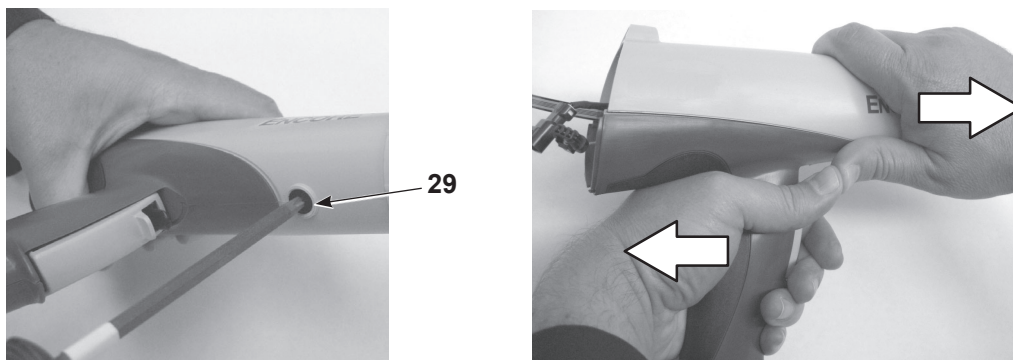

Figura 12 Separación del cuerpo de la pistola de la empuñadura
4. Ver la Figura 12. Extraer el tornillo de nailon negro (29) del cuerpo de la pistola.